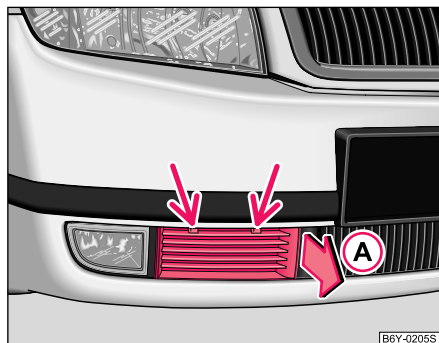

Abb. 148 Vordere Stoßfänger: Schutzgitter
- Den Schraubendreher durch die Bohrung des Schutzgitters (nähe Kennzeichen) stecken ⇒ Abb. 148 und nach unten drücken, dabei die Federsicherung des Schutzgitters abdrücken. Gleichzeitig mit einer Hand das Randteil des Schutzgitters (Pfeil A) fassen und lösen.